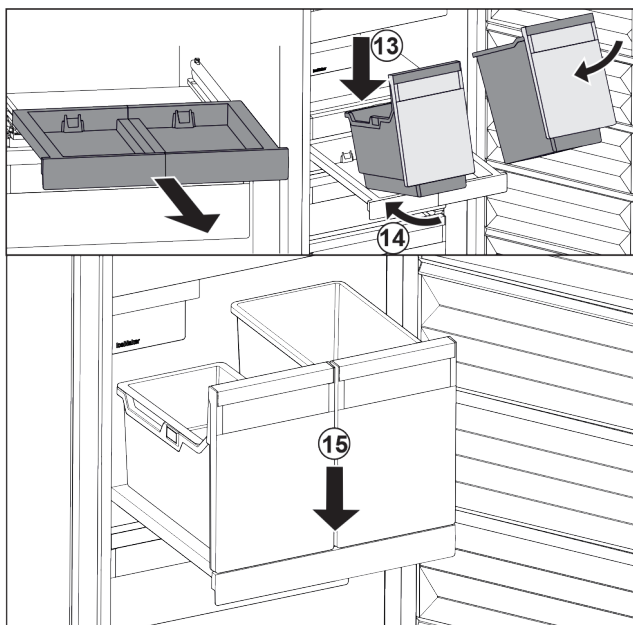

Fig. 86
- ▶ Sätt på behållaren i vinkel på utdragshyllan. Fig. 86 (13)
- ▶ Skjut in behållaren i vinkel så långt det går. Fig. 86 (14)
- ▶ Sätt ned behållaren framtill. Fig. 86 (15)